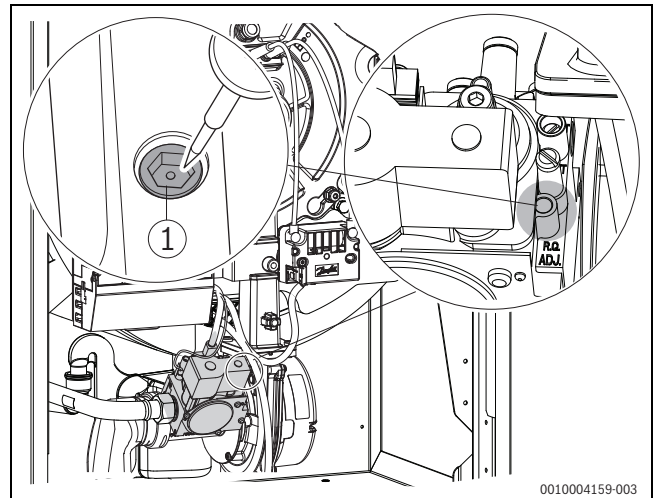

Bild 49 CO₂ / O₂-Einstellung bei Volllast vornehmen
last-Einstellschraube korrigieren (→ Bild 49, Seite 28, und
- Bei CO₂-Werten (Werte in Klammern=O₂-Werte) unter 9,8 % (O₂=6,0 %) oder über 10,8 % (O₂=4,5 %) die Einstellung an der Vollast-Einstellschraube korrigieren (→ Bild 49, Seite 28 und Tabelle 9).